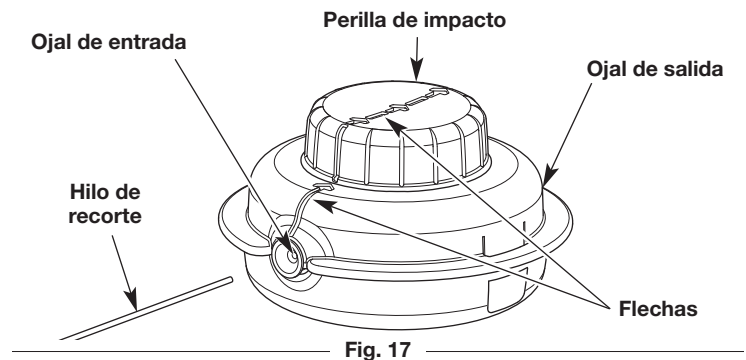

Fig. 17
3. Gire la perilla de impacto en el sentido de las agujas del reloj para alinear las flechas (Fig. 17).
4. Inserte el nuevo hilo de recorte en el ojal de entrada (Fig. 17). Oprima el hilo a través del cabezal de corte hasta que sobresalgan unas pulgadas por el ojal de salida. Tire de la línea saliente hasta aproximadamente 10 pies (3 m) de la línea que se extiende desde cada lado del cabezal de corte. Asegúrese de que las longitudes de la línea a cada lado sean iguales.